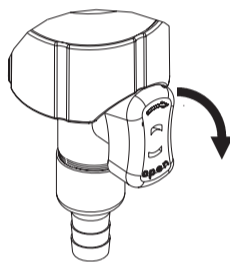
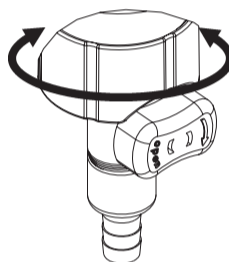

рис. 1
рис. 2
- Поверните шаровой кран на 90° вправо (рис. 1) в горизонтальное положение (открыто). Поверните нижнюю часть фильтра на 2-3 оборота влево или вправо (рис. 2).